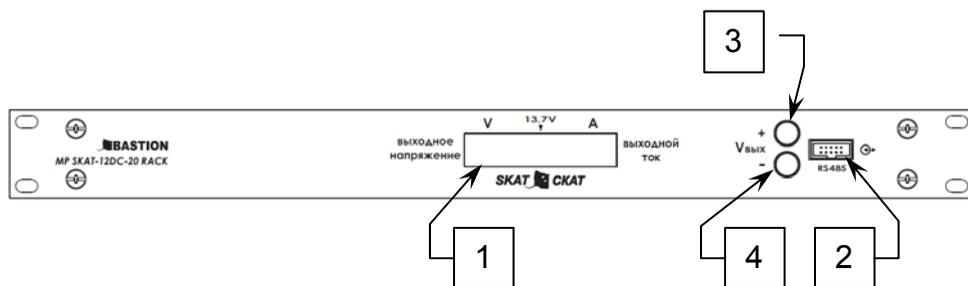

Рисунок 1 – передняя панель модуля
- регулировку уровня выходного напряжения как с помощью кнопок «+» и «-» на передней панели модуля (см. рисунок 1), так и по каналу связи в стандарте RS-485 с пределами изменения согласно п.3 таблицы 1;
* Регулировка выходного напряжения осуществляется с помощью кнопок «+» и «-» (см. рисунок 1) и/или по каналу связи RS-485 через разъем (заводская установка 13,7В)